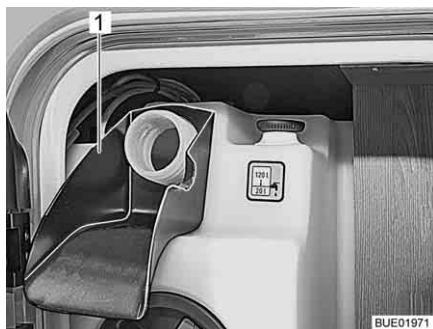

Fig. 230 Aide au remplissage
- Emboîter l'aide au remplissage (Fig. 230,1) sur le bec de remplissage d'eau potable.